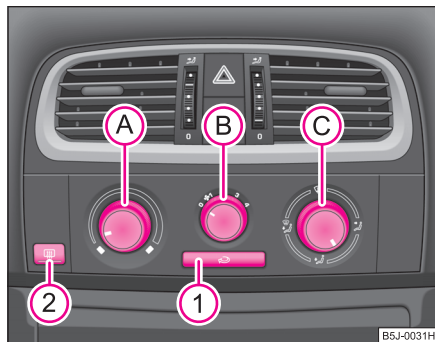
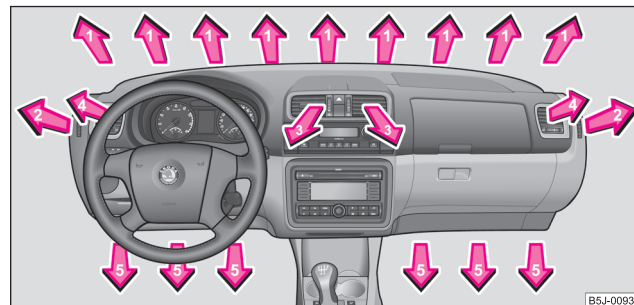

Fig. 92 Încălzirea:
Fig. 93 Gurile de ventilație a aerului
- Rotiți regulatorul rotativ (A) ⇒ fig. 92 spre dreapta pentru a mări temperatura.
- Rotiți regulatorul rotativ (A) spre stânga pentru a reduce temperatura.
- Regulatorul rotativ (A) ⇒ **pagina 97, fig. 92** spre dreapta până la limită,
- Comutatorul (B) în poziția 3,
- Regulatorul distribuției aerului (C) în poziția ,
- Gurile de ventilație 4 ⇒ **pagina 99, fig. 93** deschise și îndreptate spre geamurile laterale.
- Regulatorul rotativ (A) ⇒ **pagina 97, fig. 92** spre stânga până la limită
- Comutatorul (B) în poziția dorită
- Gurile de ventilație 3 și 4 → pagina 99, fig. 93 deschise.
→ pagina 97, fig. 92.
Când regulatorul (C) se află în poziția  → pagina 97, fig. 92, recircularea aerului este oprită automat. Prin apăsarea repetată a tastei  puteți porni recircularea aerului și în această poziție.
Admisia aerului prin fiecare gură de ventilație se reglează de la regulatorul (C) → pagina 97, fig. 92. Gurile de ventilație 3 și 4 se pot deschide și închide separat.
Prin gurile de ventilație deschise este admis aer încălzit sau rece, în funcție de poziția regulatorului (A) → pagina 97, fig. 92 și de condițiile climatice. ■